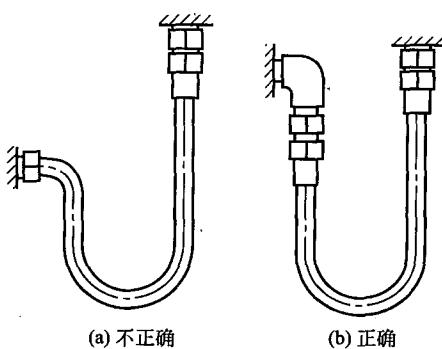

图 1-1 软管弯曲半径要求
① 要避免急转弯，其弯曲半径R应大于9~10倍外径，至少应在离接头6倍直径处弯曲，如图1-1所示。若弯曲半径只有规定的1/2时就不能使用，否则寿命将大大缩短。
② 软管的弯曲同软管接头的安装应在同一运动平面上，以防扭转。若软管两端的接头需在两个不同的平面上运动时，应在适当的位置安装夹子，把软管分成两部分，使每一部分在同一平面上运动。